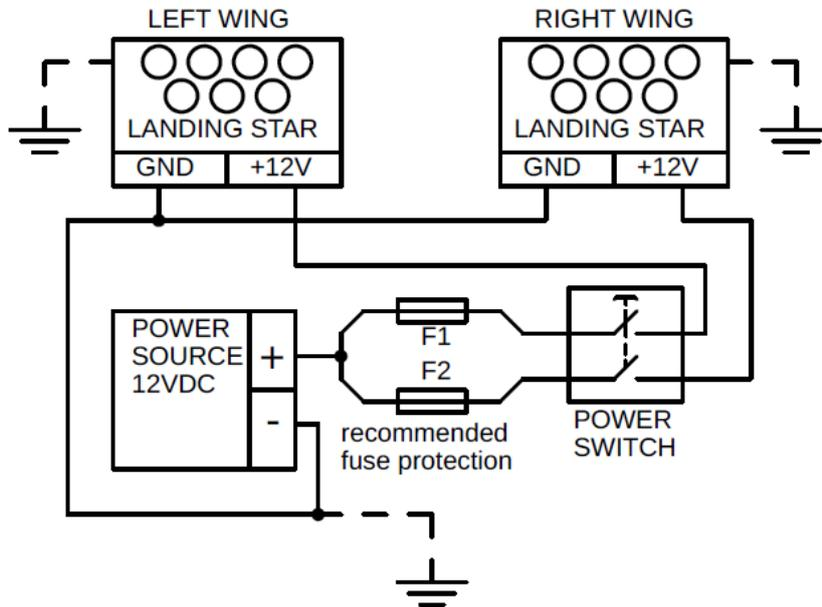

Abb. 3: Schaltplan für zwei Strahler
**siehe Abb. 3: Schaltplan für zwei Strahler*